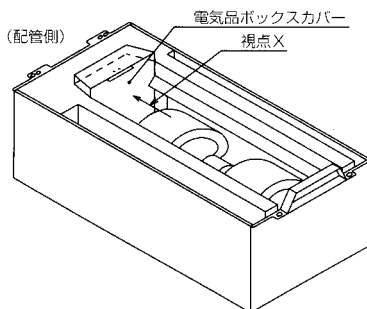

図4
2. 電気品ボックスカバーの取外し (図4、5)
- ①ネジ3本を取外し、電気品ボックスカバーを取外してください。